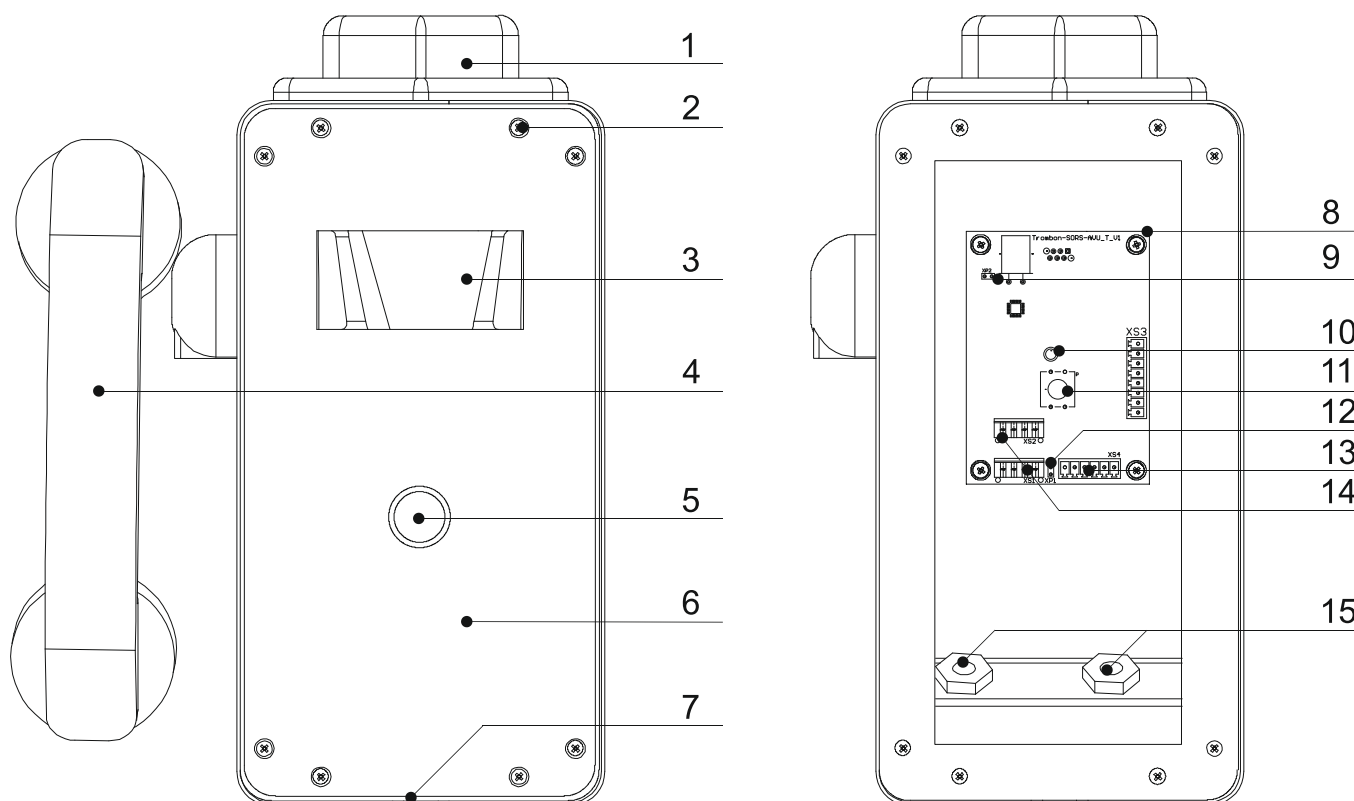

Рисунок 1. Внешний вид АВУ и вид на АВУ со снятой крышкой.
АБУ имеет два 4-х контактных разъема рис. 1. поз. 14. Разъемы включены параллельно и предназначены для питания АБУ и организации связи с ЛБС и другими вызывными устройствами по интерфейсу RS485.
Шести контактный разъем рис. 1 поз. 13 предназначен для подключения кабеля от крышки АБУ к печатной плате устройства. Данный кабель должен быть подключен по окончании монтажа АБУ, перед установкой крышки.
3). Снимите крышку АБУ. Подключите к разъемам рис. 1, поз. 14 линии связи с ЛБС и другими АБУ системы. АБУ подключаются к линии связи с ЛБС последовательно, соединений типа «звезда» на одной линии не допускается. Для удобства подключений АБУ имеет два разъема, контакты которых соединены параллельно. К одному разъему подключается линия связи от ЛБС или предыдущего АБУ в линии, ко второму – линия связи со следующим АБУ. Назначение разъемов и контактов АБУ указано в приложении 1. Схема подключения АБУ к ЛБС приведена в приложении 2.
4). Включите согласующие резисторы у последних АБУ в каждой линии. Включение резистора выполняется установкой перемычки на два контакта рис. 1, поз. 12.
6). Подключите кабель от крышки АВУ к разъему рис. 1 поз. 13. Установите крышку АВУ на место, закрепите ее винтами.
При изменении конфигурации системы или установке в систему ранее использованного АВУ, необходимо выполнить смену его адреса на заводской (по умолчанию). Только после этого возможно запрограммировать это АВУ в систему. Для смены адреса на заводской необходимо на клеммы АВУ рис. 1 поз. 9 установить перемычку, после этого подать питание на АВУ. Адрес АВУ будет заменен на заводской. После этого необходимо снять перемычку и запрограммировать АВУ в систему.